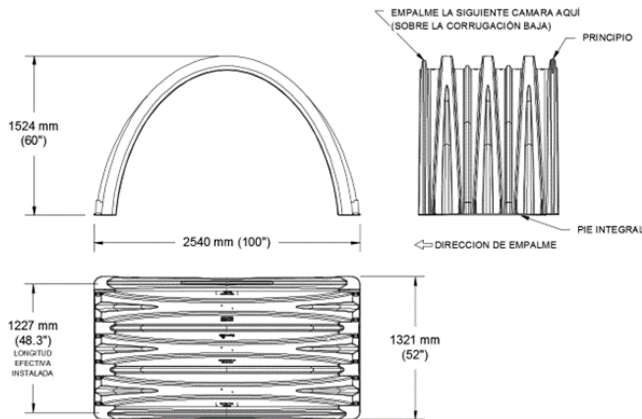

Figura 3. Dimensiones de la cámara SC-160LP
- La forma es de arco simétrico alrededor de la corona, con el fondo abierto, mostradas en la Figura 3.